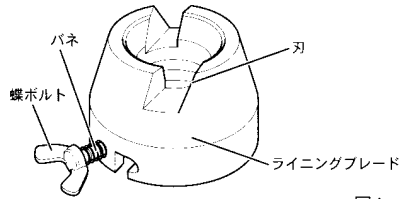

図1
1. 転造ヘッドのスクレーパ上部にあるロールピンにライニングブレードのL字溝を合わせ、図1矢印①の方向に差し込んでください。
2. 次に図1矢印②の方向にライニングブレードを回して、L字溝の奥までロールピンが入っていることを確認します。